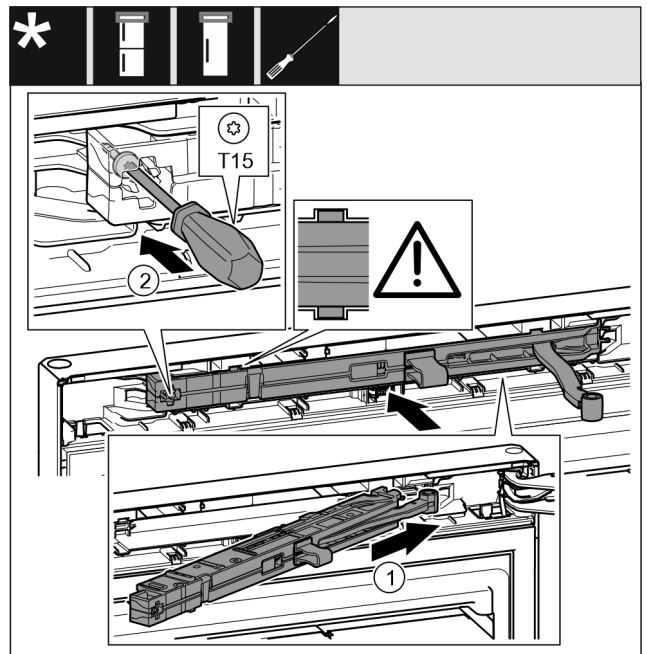

Fig. 44
- ▶ Côté support de palier, pousser l'unité d'amortissement de fermeture Fig. 44 (1) jusqu'en butée de biais dans l'évidement.
- ▶ Serrer la vis Fig. 44 (2) avec un tournevis.